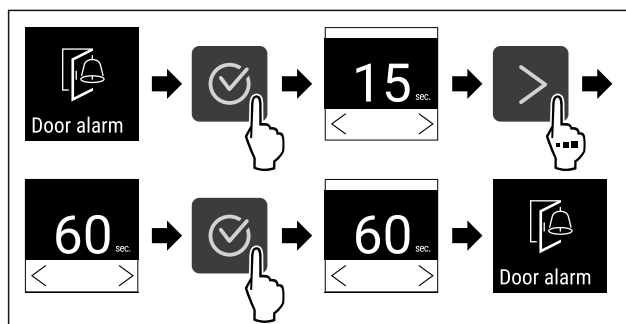

Fig. 117
- ▶ Udfør handlingstrinene (se Fig. 117) .